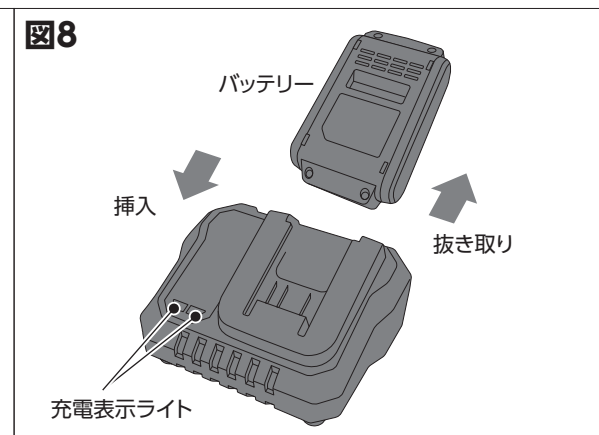

図8
- ①充電器の電源プラグを100Vの電源コンセントに差し込んでください。充電器の表示ライトが(赤)消灯・(緑)点滅になります。
- ②バッテリーを充電器の挿入ガイドにそって確実に奥まで挿入してください。(図8)
- ③バッテリーを挿入すると、充電器の表示ライトが(赤)・(緑)点灯し充電を開始します。
- ④充電が完了すると、充電器の表示ライトが(赤)消灯・(緑)点灯になります。
- ⑤バッテリーを抜き取り、電源コンセントから充電器の電源プラグを抜いてください。
- ⑥「高温待機」:(赤)点滅・(緑)消灯の場合は、充電器のプラグを抜きバッテリーを冷ましてから再度充電してください。